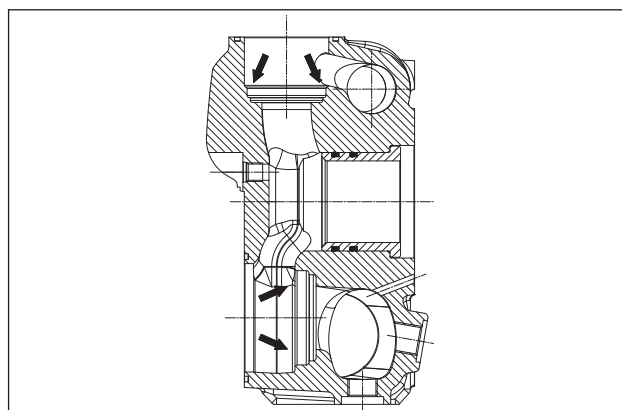

Fig. 149
Avant de replacer les groupes soupape, nettoyer et essuyer parfaitement leurs sièges respectifs ménagés dans la tête hydraulique et indiqués par les flèches (rep. ①, Fig. 149).